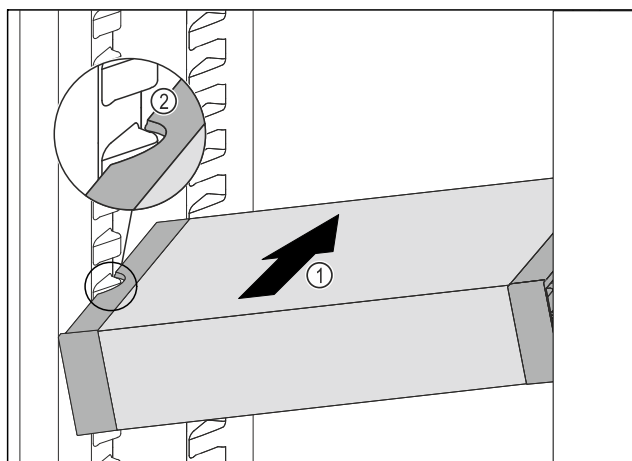

Fig. 133
- Skub VarioSafe skråt ind i kølesektionen, Fig. 133 (1) indtil udsparingerne i siden Fig. 133 (2) på VarioSafe er på niveau med beholderribben i kølesektionen.